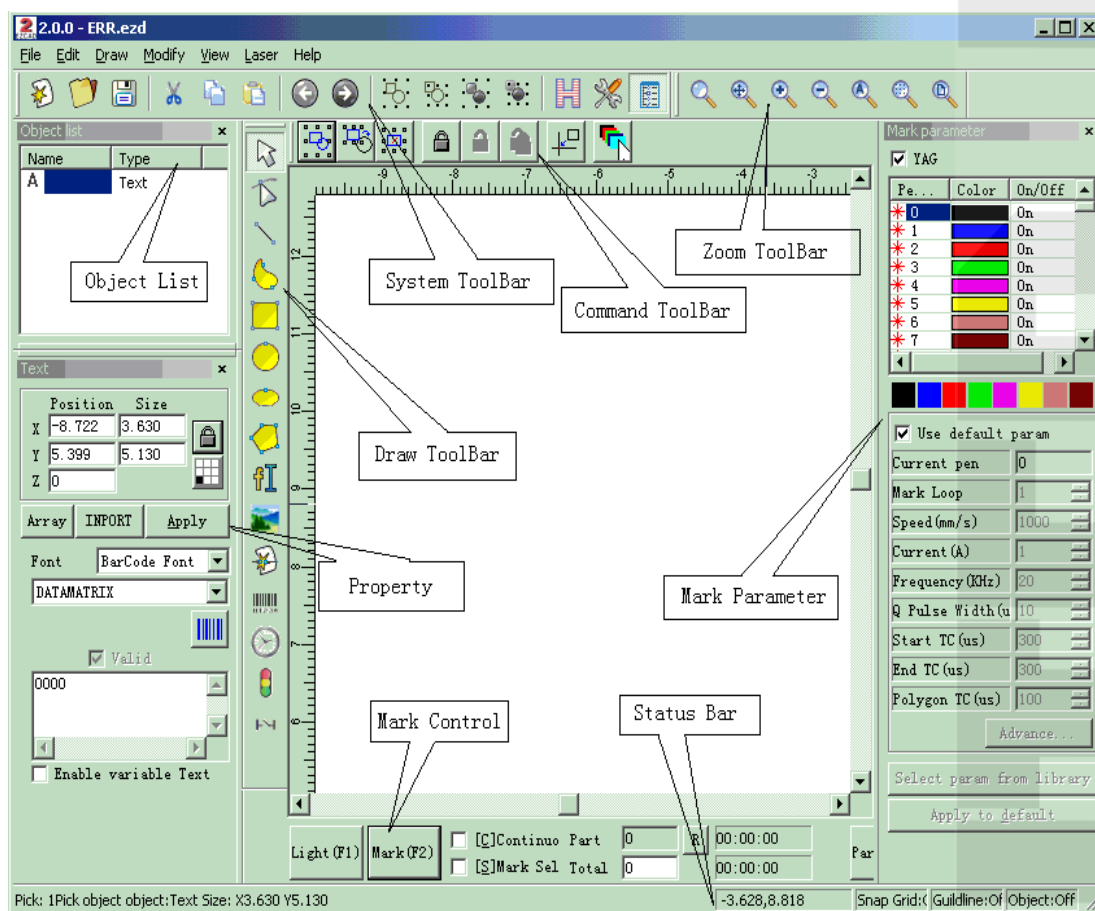

Рис. 1-2. Главное окно программы «EzCAD».
- Главный интерфейс (Рис. 1-2)